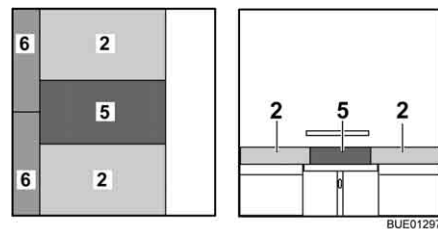

Bild 124 Efter ombyggnaden
- Lägg extradynan (Bild 124,5) mellan sittdynorna på bordet.
- Skjut in extradynorna (Bild 124,6) mellan sittdynorna och väggen.